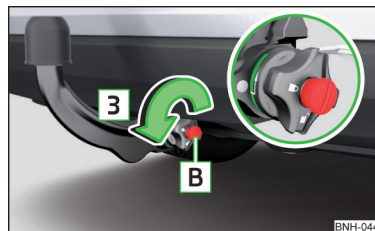

Fig. 143
- Rotiți cheia **B** în sensul săgeții **3**, astfel încât săgeata de pe cheia să fie orientată spre simbolul **!** » fig. 143.